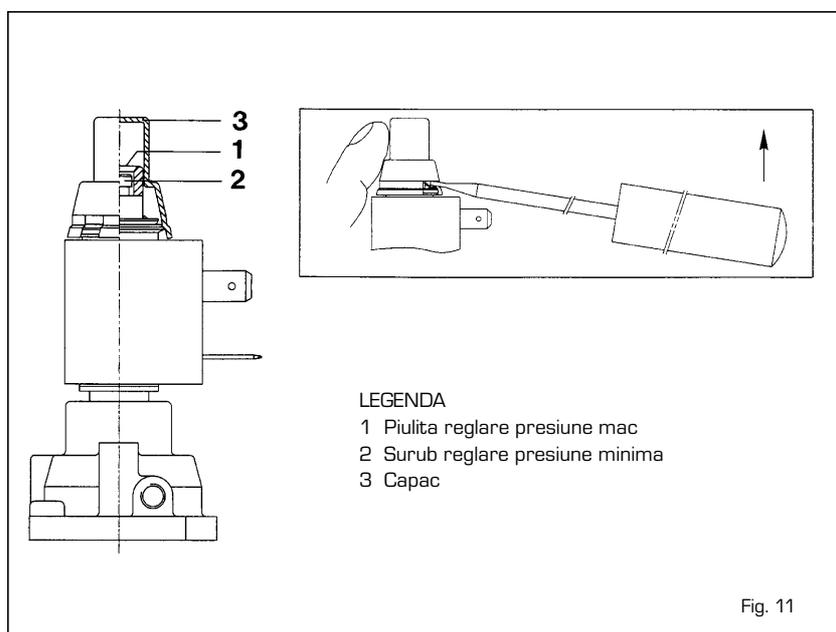

Fig. 11
4.2.1 Reglarea presiunii nominale (fig. 11)
4.2.2 Reglarea presiunii reduse (fig. 11)